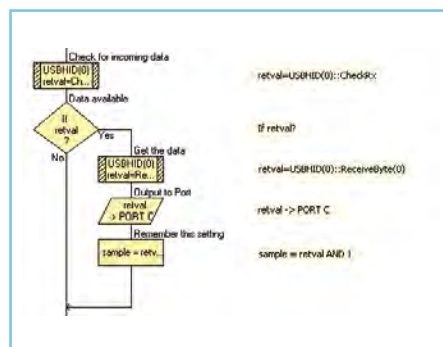

Figure 3. Code partiel du rapport de réception et éventuellement lancement de la collecte.
*sample* = *retval* AND 1. Si dans la réponse de l'ordinateur (*retval*) le bit zéro (*NumLock*) est à 1, cela donne pour *sample* la valeur 1. Dans tous les autres cas, cela donne la valeur 0. Vous pouvez utiliser cette variable pour vérifier si la connexion USB a effectivement démarré (*retval*=0) ou non (*retval*=255). Si *retval* n'est pas nulle, le programme de notre projet s'arrête. L'intérêt de cette méthode est qu'elle ne tient pas compte de la valeur des autres bits de *retval*. On ne surveille que le bit zéro (voir figure 3). En commençant la collecte des données exactement au moment de la confirmation par le PC, il est possible par ailleurs de lancer le processus au clavier du PC en appuyant sur la touche NumLock. Cela déclenche du côté PC une confirmation qui est adressée aussi bien au clavier normal qu'à notre circuit. Pour la même raison, le voyant du clavier s'allume et s'éteint en même temps que la LED du circuit.